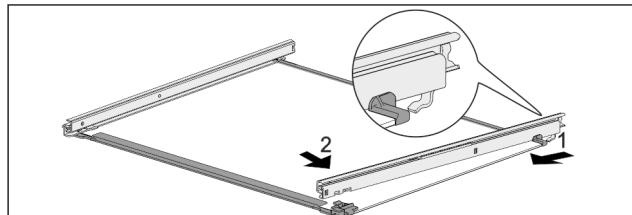

Fig. 126 Steklena plošča z vodili
- Vodilo obesite na kavelj na zadnji strani. Fig. 126 (1)
- Vodilo zaskočite na sprednji strani. Fig. 126 (2)